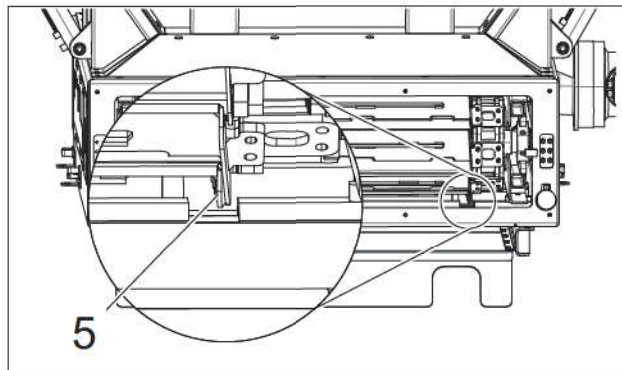

Figure 6.3 - Schortbandschoen uitlijnen
- Als de shortschoen het dwarselement, item 5 op afb. 6.3 (bijna) raakt, moet hij opgespannen worden.
6. Verstel aan weerszijden totdat er een speling van 10-15 mm is tussen de schort schoen en de dwarsbalk, zie afb. 6.3.